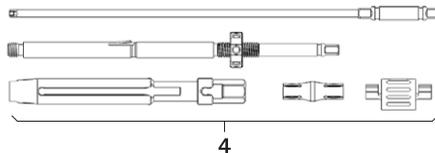

Fig. 9
- Montar la palanca de reposición 4, ver Fig. 9.